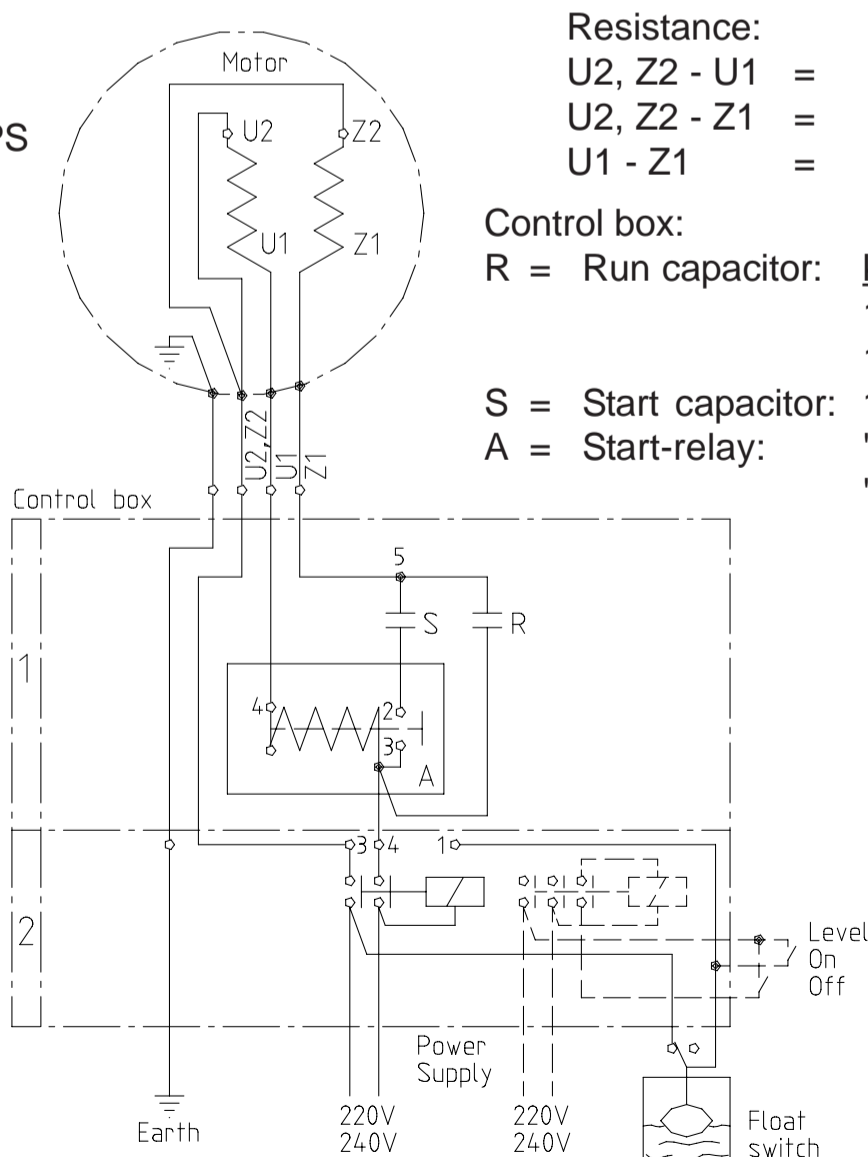

Fig. 2a
4.6.2 For single-phase motor (Fig. 2a)